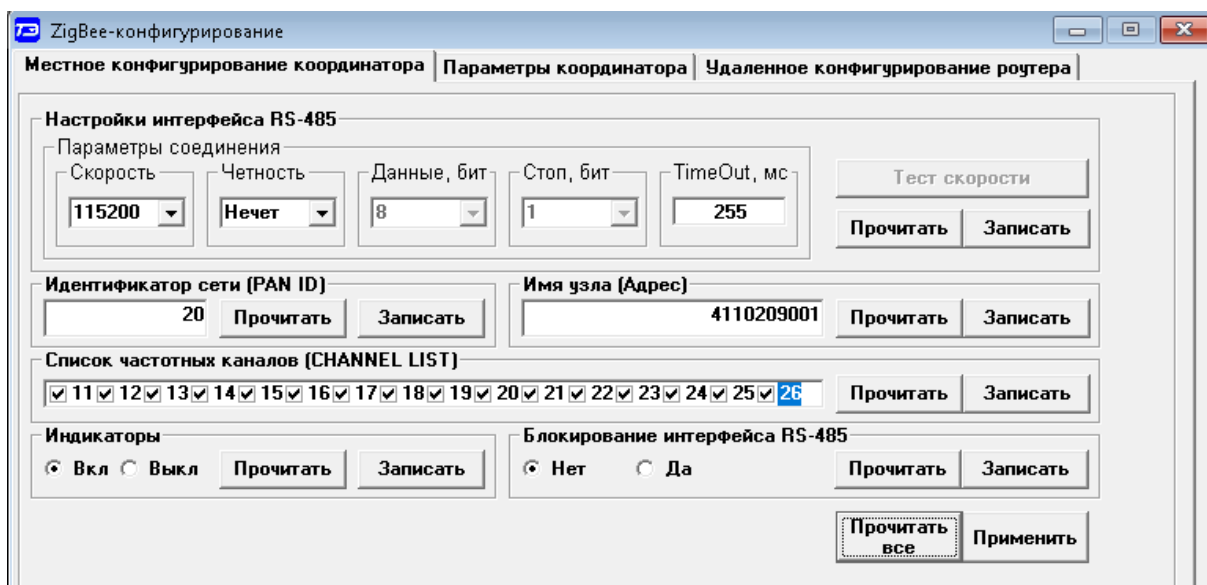

Рисунок 7 – Форма «ZigBee-конфигурирование»
- убедиться, что параметры читаются, заполняются окна формы (рисунок 7) и отсутствуют сообщения об ошибках.